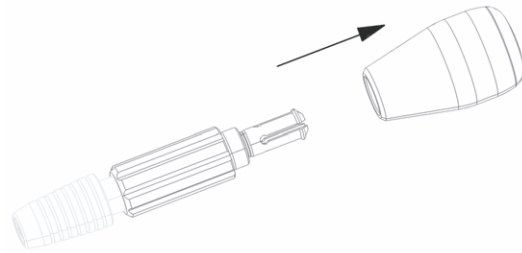

Fig. 8 Démontage de la poignée de perçage pour forets hélicoïdaux
6.1 Poignée de perçage pour forets hélicoïdaux (1)
- Pousser la poignée sur l'emmanchement à collerette dans le sens inverse de la flèche, voir Fig. 8.
6.2 Taraud S⁴ Cervical (4)